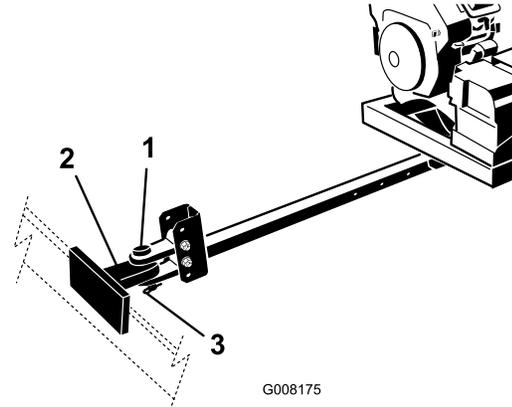

Figure 5
4. Accouplez le dispositif d'attelage du souffleur à celui du véhicule tracteur à l'aide de la goupille et de la chape d'attelage (Figure 5).